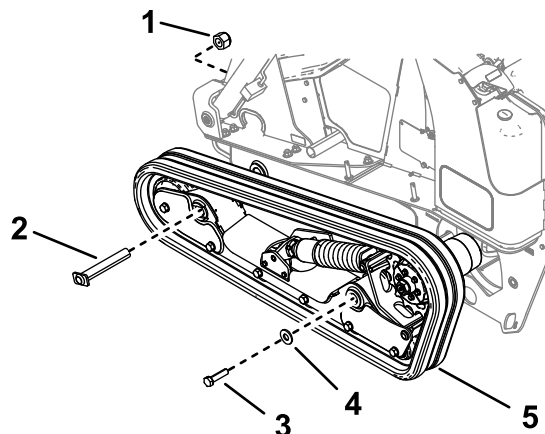

Figura 11
- Instale el conjunto de oruga y fíjelo al bastidor principal mediante el perno, la arandela, el pasador y la tuerca que retiró de los conjuntos de oruga (Figura 11).